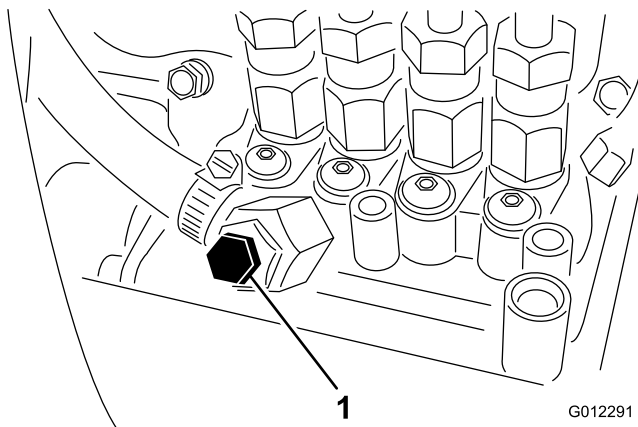

Figura 17
5. Aprite la vite di spurgo dell'aria, situata sulla pompa di iniezione del carburante (Figura 17).